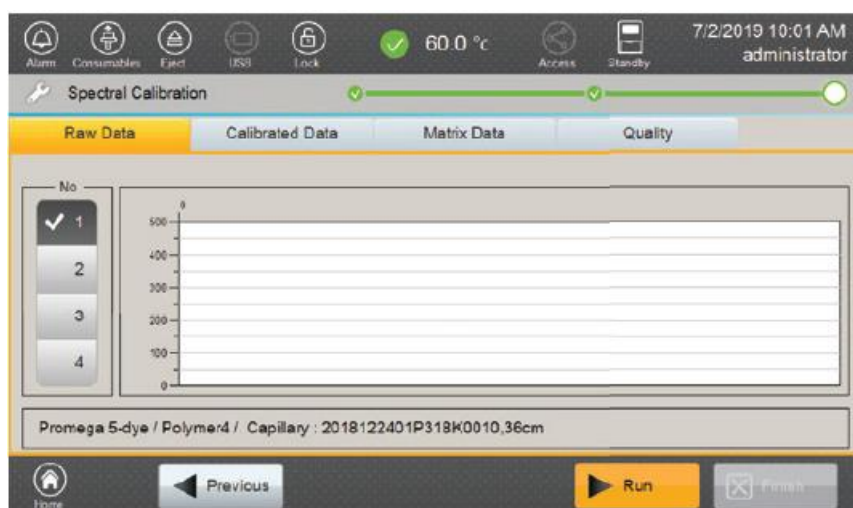

図 50 Spectral Calibration 画面
9. オートサンプラーがホームポジションに移動後、Spectral Calibration の画面（図 50）が自動的に表示されます。**Run** のボタンを押して spectral calibration を開始してください。キャリブレーションの所要時間は、ポリマータイプに関係なく約 30 分です。
Spectral Calibration 画面（図 50）から spectral calibration の結果の確認ができます。“Raw Data”, “Calibrated Data”, “Matrix Data” and “Quality” の 4 つのタブがあります。